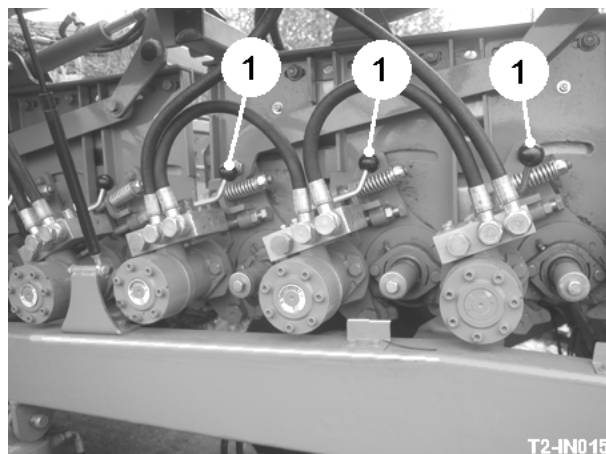

Fig 16
Les 1er et 2e séparateurs de l'Oméga sont les deux 3 unités du rouleau. Pour encourager une alimentation stable sur les séparateurs, ils sont montés leur permettre individuellement d'être orienté hydrauliquement entre 0° et 8°. La vitesse du manuscrit de chaque unité peut être mise sur le service écran terminal. La vitesse de chacun mise de motte rouleaux est mise en phase terminale sur le service. De plus, chaque motte que le moteur du rouleau est équipé avec une valve du renversement manuelle (item 1, fig 16) qui permet à l'opérateur de condamner à une amende l'air la séparation.